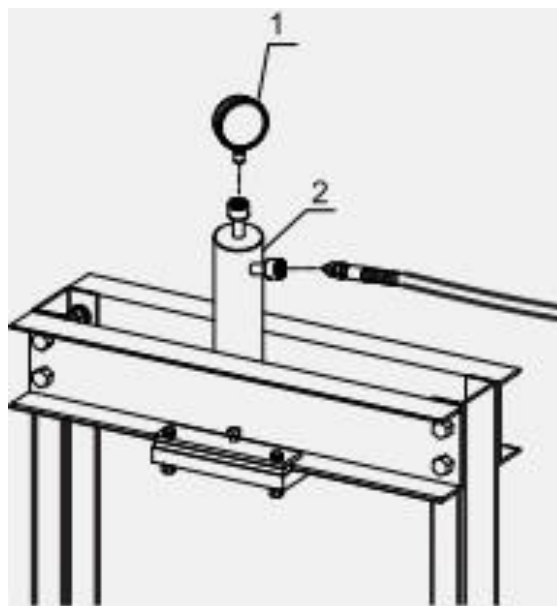

Рисунок 8,
8. Смонтируйте манометр (1) и гидравлический шланг к цилиндру (2). См. Рисунок 8.